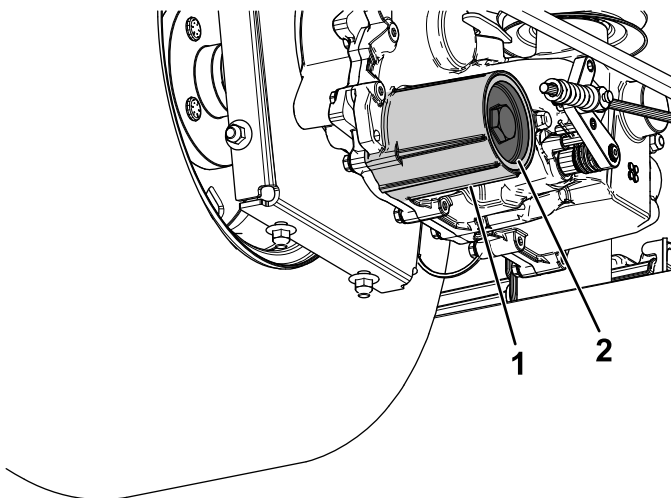

Figura 80
7. Retire la tapa del filtro de fluido hidráulico del transeje para vaciar el fluido (Figura 80).